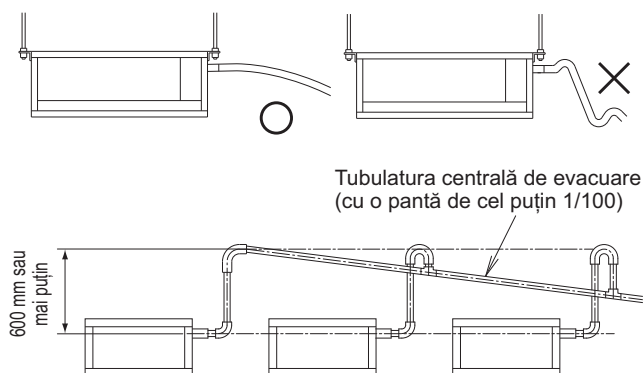

Fig. 10
(1) Instalați tubulatura de evacuare.
- Mențineți tubulatura de evacuare scurtă și cu pantă descendentă de cel puțin 1/100 pentru a preveni formarea pungilor de aer. **(Consultați Fig. 10)**